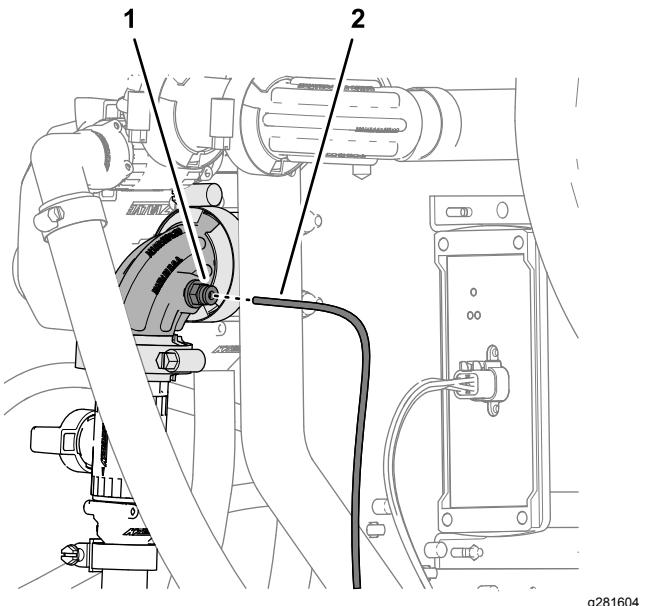

Bild 137
2. Flüchten Sie das Ende des Druckmessschlauchs (Kunststoff) für das Druckmanometer im Armaturenbrett mit dem arretierenden Stellring für die Schlauchkupplung am 90°-Anschlussstück des Abstellventils für den Handsprühstab oder die elektrische Schlauchtrommel aus (Bild 137).
| 3. Setzen Sie den Messschlauch in den arretierenden Stellring ein, bis er fest sitzt ( <a href="#">Bild 137</a> ). |  |